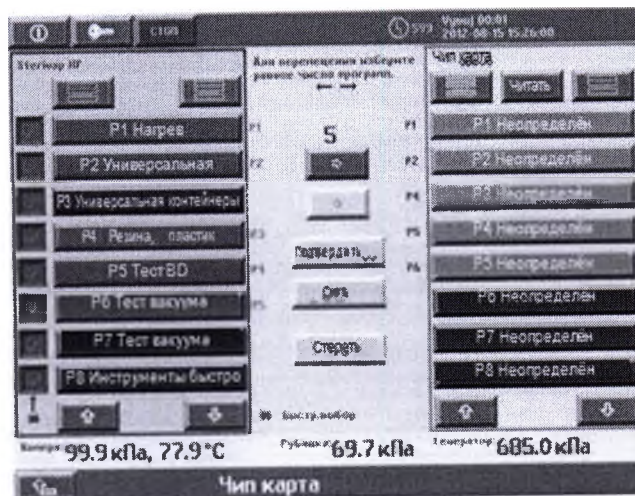

Рисунок 38 Копирование программ
- Для выполнения копирования нажмите кнопку  рисунок 38.